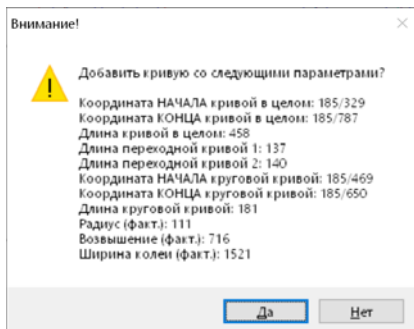

Рисунок 59 – Предупреждающее окно
- ответить на вопрос (см. Рисунок 59) в случае добавления – «Да»;